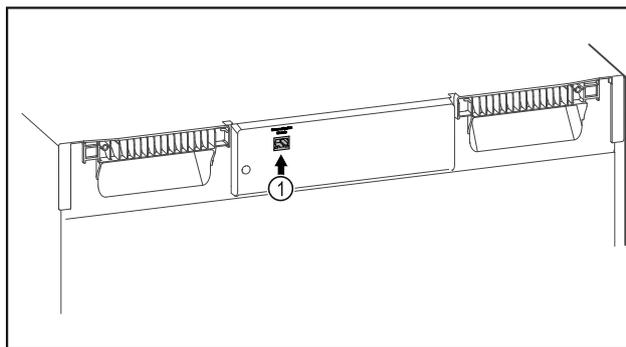

Fig. 94
- El SmartModule Fig. 94 (1) está colocado.